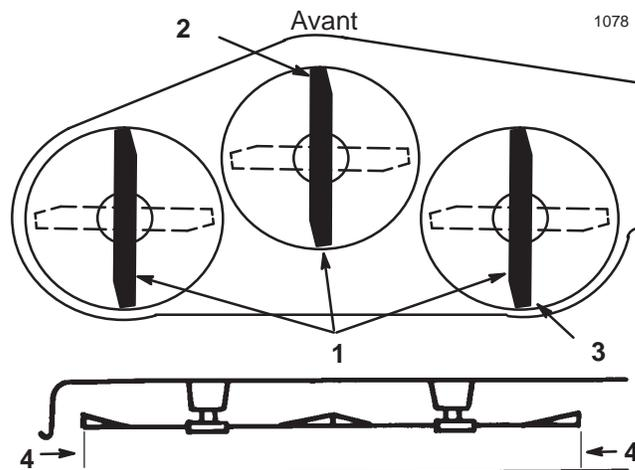

Figure 15
- Tourner prudemment les lames pour les orienter longitudinalement (selon l'axe avant/arrière) (Fig. 15).
- Mesurer la hauteur des extrémités avant et arrière des lames (Fig. 15) par rapport au sol plat de référence. Si l'extrémité des lames n'est pas 0 à 10 mm (0–3/8") plus bas à l'avant qu'à l'arrière, régler les liaisons avant réglables.